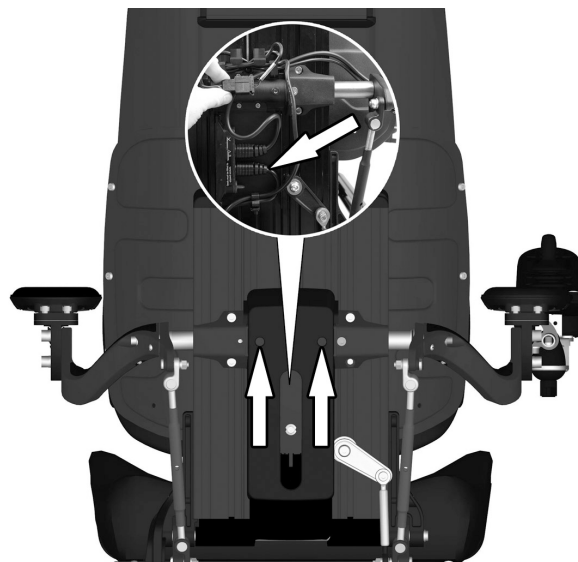

Abbildung 88. Der Kontaktblock sitzt unter der Abdeckung, die mit zwei Schrauben befestigt ist.
8. Das R-Net-Kabel am Kontaktblock an der Rückseite der Rückenlehnen anschließen. Siehe Abbildung. 88. Kabel an den Leitungshaltern befestigen.